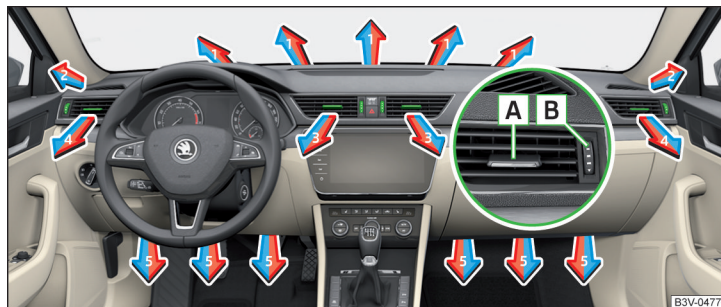
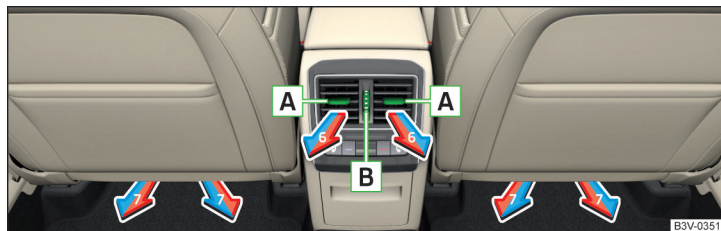

Fig. 171 Fantele de ventilație față
Fig. 172 Fantele de ventilație spate
La fantele de ventilație **3, 4** » fig. 171 și **6** » fig. 172 se poate modifica direcția curentului de aer, iar duzele se pot închide și deschide și individual.
Reglarea sensului de curgere a aerului are loc prin deplasarea servoelementului **A** » fig. 171 resp. » fig. 172 în direcția dorită.
► Pentru **deschidere** rotiți regulatorul **B** » fig. 171 resp. » fig. 172 în sus.
► Pentru **închidere** rotiți regulatorul **B** » fig. 171 resp. » fig. 172 în jos.
Fante de ventilație » fig. 171 și » fig. 172